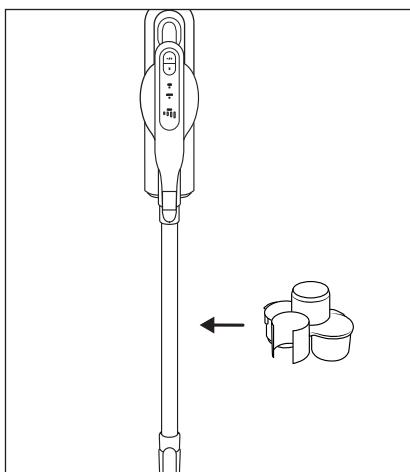

Fig. 16
- ◆ Appuyez sur l'interrupteur Marche/Arrêt ⑮ ⑯ pour éteindre l'appareil. L'écran d'affichage ⑰ s'éteint.
- ◆ Fixez le support pour accessoires ⑯ sur le tube d'aspiration ⑭ (voir fig. 16).